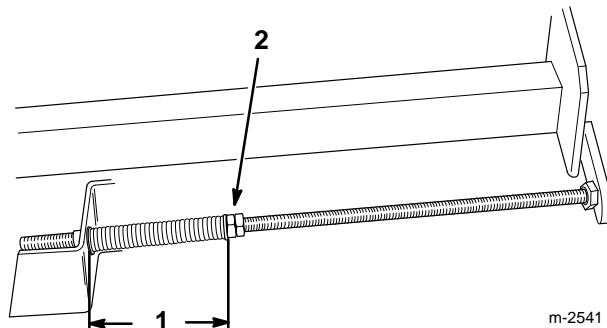

Abbildung 28
6. Die Gegenmuttern an den Justierwellen anziehen, bis die Federn auf eine Länge von 12,7 cm (5") zusammengedrückt sind (Abb. 28).